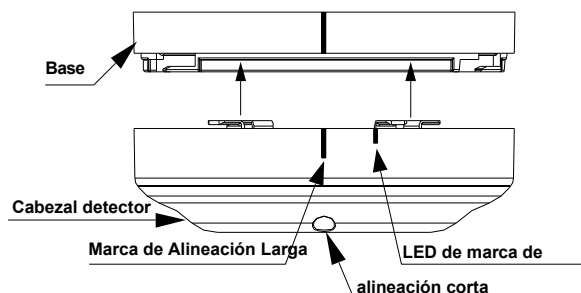

Fig. 3: Ajuste del detector a la base
1. Alinea la marca de alineación del detector con la marca corta de alineación en la base, como se muestra en la Fig. 3.